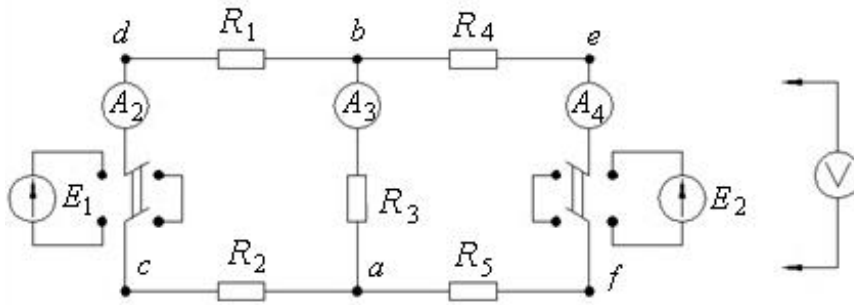

Рисунок 2.1 – Схема для исследования линейной цепи постоянного тока
2 Записать для схемы (см. рисунок 2.1) зависимости для определения собственных и взаимных проводимостей расчетным путем.
2.3.2 Собрать схему (см. рисунок 2.1).
2.3.6 Поочередно переключая S_1 либо S_2 в положение 2, т. е. исключая из схемы (см. рисунок 2.1) ЭДС E_1 или E_2 , измерить значения токов в ветвях.
2.3.10 Построить модель схемы (см. рисунок 2.1) в *Multisim* согласно п. 2.3.3, используя известные значения E_1 и E_2 и рассчитанные в таблице 2.1 значения сопротивлений участков цепи, включая внутренние сопротивления источников. Сравнить результаты моделирования токов I_1 , I_2 , I_3 с их измеренными значениями.